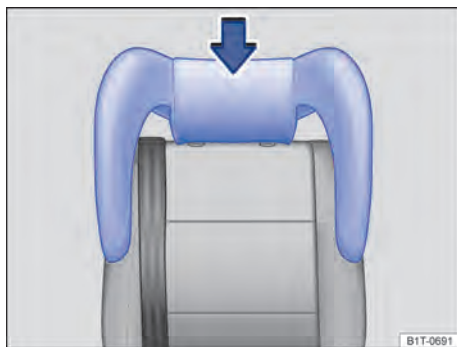

Fig. 105 Cadeira de criança integrada: instalar os apoios para cabeça laterais.
A cadeira de criança integrada pode ser equipada com um *apoio para cabeça da cadeira de criança com partes laterais* → Fig. 105.
- Inserir o apoio para cabeça da cadeira de criança nas guias do respectivo encosto do banco traseiro até que o apoio para cabeça da cadeira de criança se trave com segurança → Fig. 105.